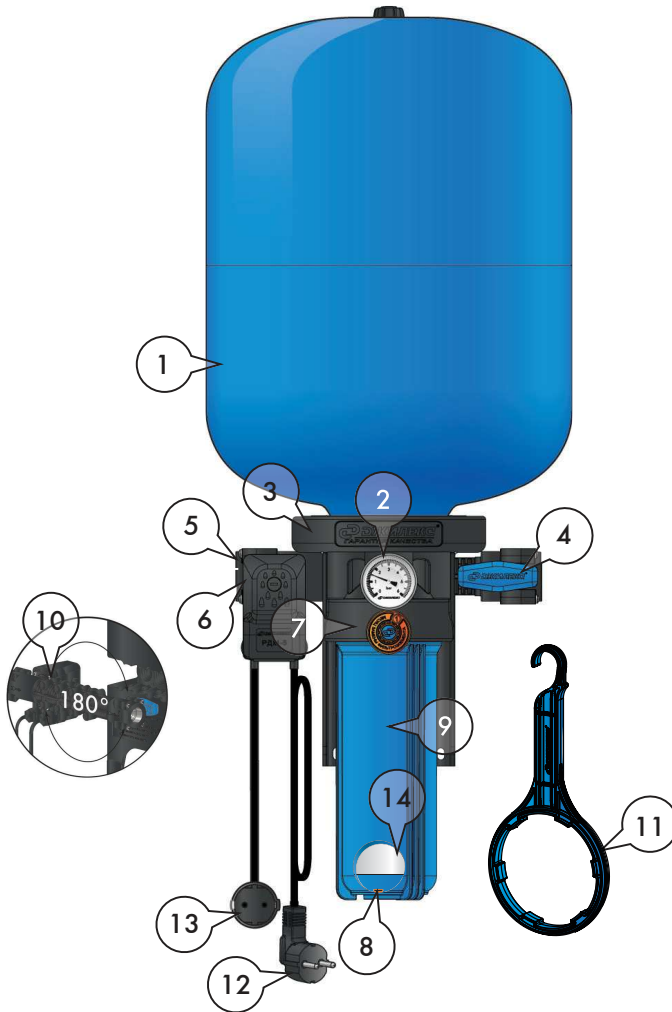

Рисунок 3
КРАБ-Т (рисунок 3) содержит стационарно закрепляемый на опорной поверхности (стене) корпус (3), являющийся базой, к нему присоединяются: - гидроаккумулятор (1) с наружной резьбой на фланце. Он навинчивается сверху на корпус, содержащий ответное резьбовое отверстие, уплотняется торцевым или радиальным эластичным уплотнителем; - пластмассовая колба (9) размером SLIMLINE 10" (в моделях КРАБ-Т 10, 18, 24, 50\*) с фильтрующим картриджем\*\* (14) или пластмассовая колба (9) BIG BLUE 20" (в модели КРАБ-Т 100) со сливной пробкой (8). Колба картриджного фильтра имеет наружную резьбу и навинчивается снизу на корпус, содержащий ответное резьбовое отверстие, уплотняется торцевым или радиальным эластичным уплотнителем. В нижней части колбы расположена сливная пробка, уплотняемая эластичным уплотнителем. Для монтажа/демонтажа колбы к комплекту прилагается ключ (11); - манометр (2); - устройство индикации месяца замены фильтрующего картриджа (7); - съемный коллектор (10), который содержит встроенный шаровой кран (4) с резьбовым патрубком на выходе, обратный клапан с резьбовым патрубком на входе (5), присоединительный штуцер для реле давления. Коллектор содержит 3 цилиндрических патрубка и вставляется в ответные отверстия корпуса с возможностью обеспечить подачу воды слева направо или справа налево, уплотняется эластичным уплотнителем, фиксируется на корпусе винтами; - реле давления РДМ – 5 (6).